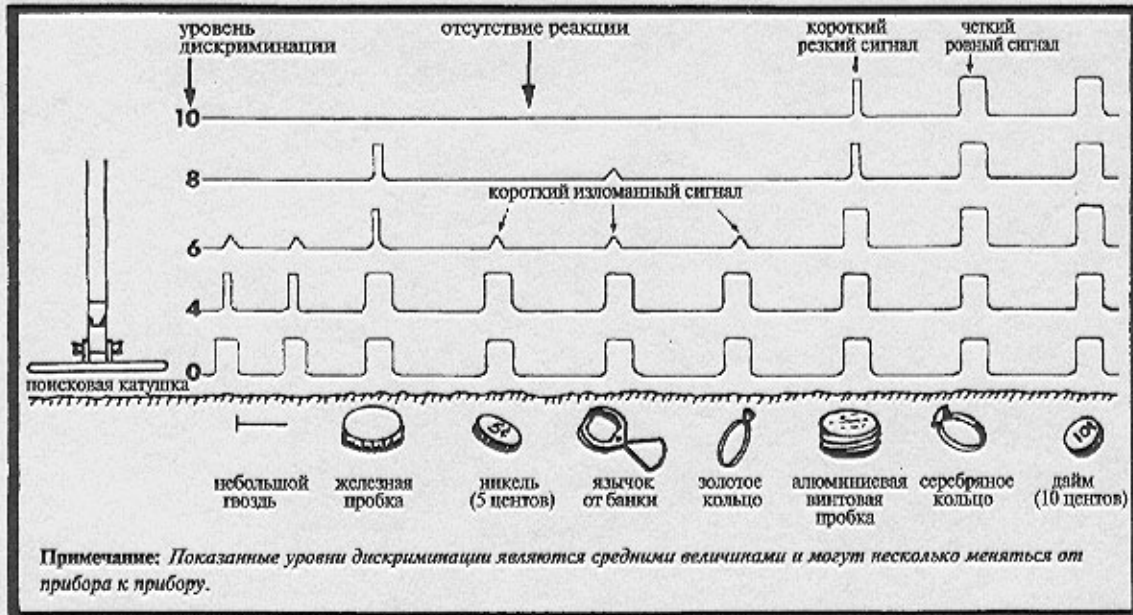

Рис. 3. Типичная звуковая реакция прибора при расстоянии между катушкой и грунтом 2,5-5 см и глубине залегания объекта 2,5 см
13. На рис.3 показаны различные реакции прибора при различных уровнях дискриминации на некоторые объекты. Обратите внимание на то, что с повышением уровня дискриминации вы постепенно игнорируете все больше объектов, включая и монеты, и золотые кольца.
4. Удлиненные железные объекты. Если вы слышите два близко расположенных друг от друга сигнала, но не можете найти местоположение объектов, то, по-видимому, под катушкой находится гвоздь (рис.3) или другой длинный объект. Такой же сигнал может дать неглубоко залегающая монета или монета, расположенная в земле вертикально. В этих случаях объект находится между сигналами. Для того, чтобы определить что является причиной сигнала (гвоздь или монета), установите дискриминатор на значение 5. Большинство мелких гвоздей при этом игнорируются, тогда как большинство монет будут давать четкий сигнал.